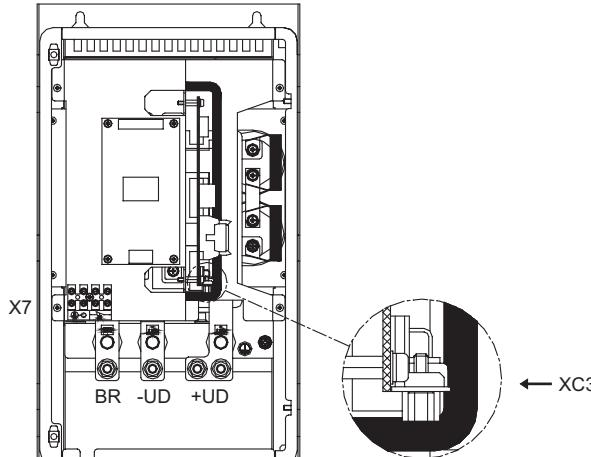
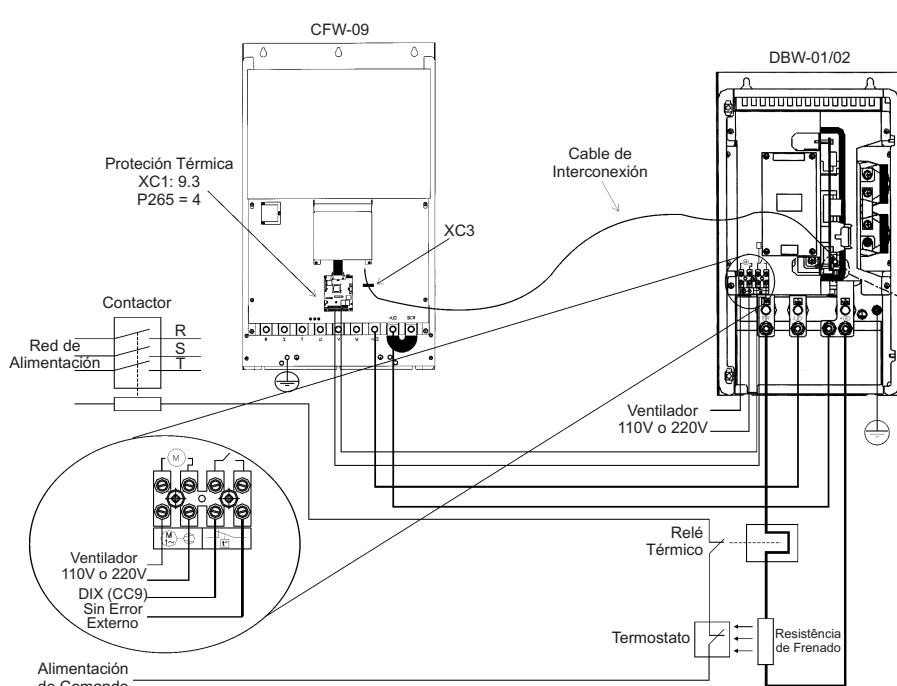

Figura 6: Localización del Conector XC3
Figura 8: Conexiones entre el DBW, el CFW-09 y Resistor de Freno
- Paso 4** Conecte la barra +UD del módulo de frenado al borne +UD del convertidor, como en la figura 8;
- Paso 5** Conecte la barra -UD del módulo de frenado al borne -UD del convertidor, como en la figura 8;
- Paso 6** Conecte uno lado del cable de interconexión al conector XC3 (figura 6) en la tarjeta CRG4 en el módulo de freno. Conecte el otro lado del cable al conector DB9 que es fijado a un soporte metálico al lado de la tarjeta de control del CFW-09, ver la figura 8;
- Paso 7** Conecte la resistencia de frenado y el relé térmico en serie, entre los bornes +UD y BR, como en la figura 8;
La figura 8 presenta las conexiones del módulo de frenado al convertidor, bien como las conexiones de la resistencia al módulo de frenado. También es presentada la inclusión de un relé térmico y um termostato en contacto con el cuerpo de la resistencia con el objetivo de proteger el mismo. Los cables que hacen las conexiones de potencia entre el convertidor y el módulo y entre el módulo y la resistencia de frenado deben ser dimensionados de acuerdo con el ciclo térmico del frenado.